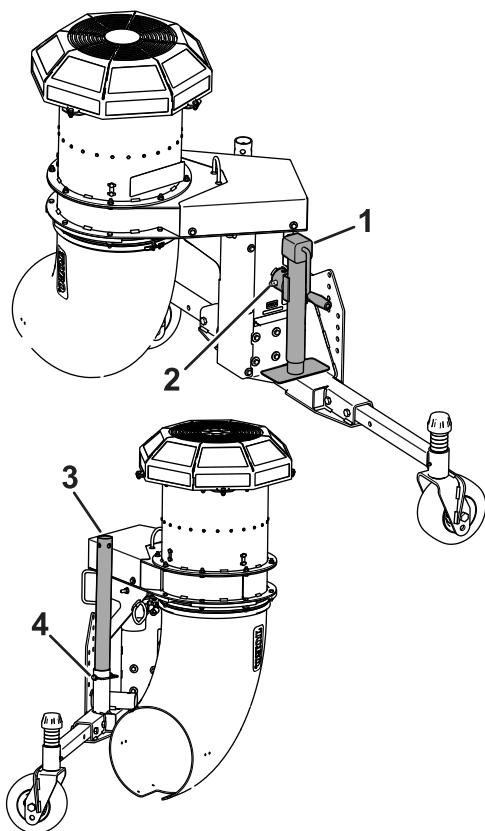

Figure 6
7. Retirez la goupille à fermoir qui fixe le tube du cric au tube de montage (Figure 6). Sortez le cric de sa position de rangement.